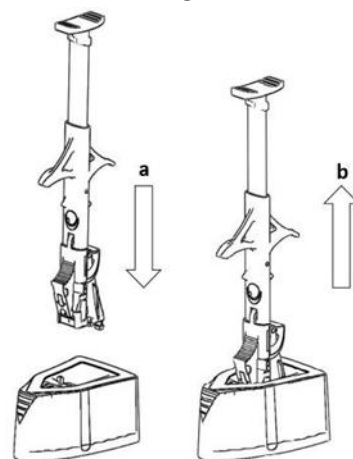

Fig 2.
4. Richten Sie für die korrekte Orientierung den Pfeil auf dem roten Stopper des Injektors und den auf dem offenen Nassbehälter mit der IOL aufeinander aus. Führen Sie den Injektor mit einer Abwärtsbewegung fest ein bis es klickt (siehe Abbildung 2/a). Ziehen Sie den Injektor heraus (siehe Abbildung 2/b) und vergewissern Sie sich, dass der Linsenhalter in den Injektor geladen wurde.